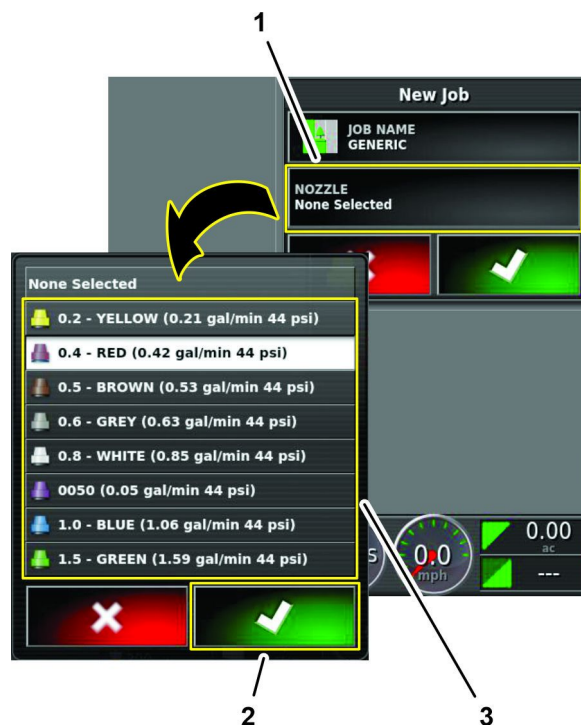

Figura 237
3. Na caixa de diálogo Novo serviço, pressione o ícone BICO (Figura 237).
4. Na lista de seleção de bicos, pressione qualquer ícone de bico e, em seguida, pressione o ícone Confirmar (Figura 237).